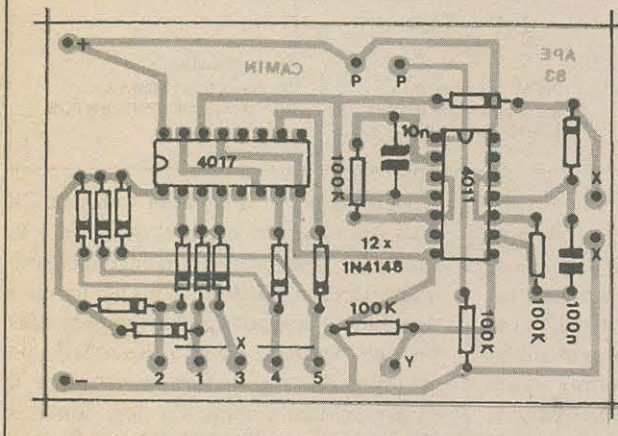
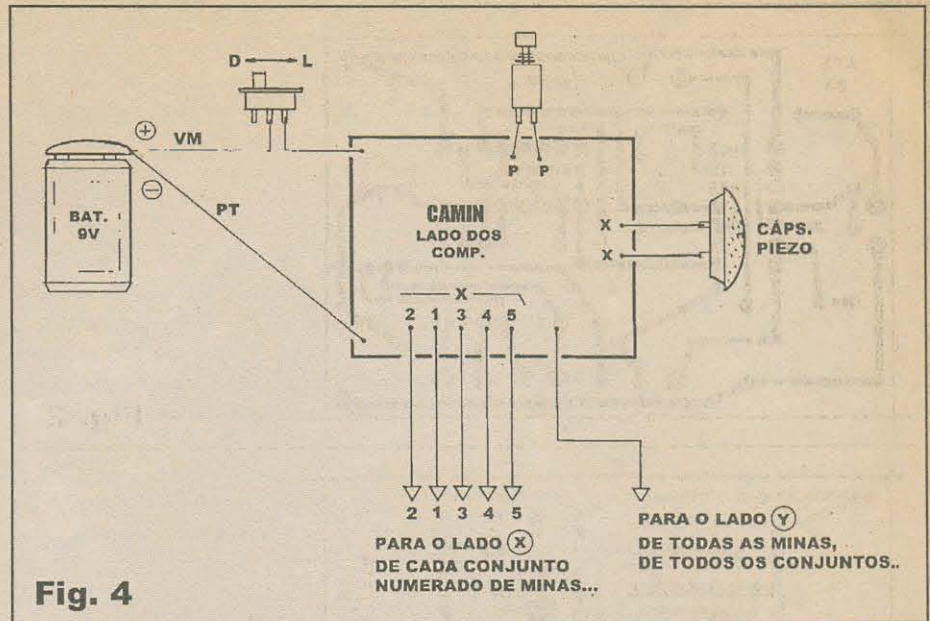

Fig. 3
Fig. 4
- FIG. 3 - CHAPEADO DA MONTAGEM - O *vulgo* "chapeado" é o apelido que aqui damos à visualização direta da face não cobreada do impresso, já com os componentes posicionados, estilizados de acordo com as normas adotadas pelos desenhistas de APE (e mais do que aprovadas pelos leitores/hobbyistas, ao longo de 7 anos de publicação...). O diagrama também está em tamanho natural, facilitando a interpretação, comparação e conferência com os demais desenhos da presente montagem... Observar que vários componentes são polarizados, devendo ser posicionados no impresso rigorosamente nas orientações mostradas... É o caso dos dois integrados, cuja referência posicional é dada pelas extremidades marcadas, e também da dúzia de diodos, também orientados pelo posicionamento das suas extremidades de *catodo*, marcadas por anéis ou faixas em cor contrastante... Os demais componentes (resistores e
- FIG. 4 - CONEXÕES EXTERNAS À PLACA - A placa do impresso continua (como no diagrama anterior...) vista pela sua face não cobreada. Agora, porém, *invisibilizamos* de propósito os componentes já relacionados na **FIG. 3**, para que a interpretação fique mais fácil e direta... Interessa-nos, no momento, o conjunto de conexões entre a placa e o *mundo exterior*... A cápsula piezo deve ter seus terminais ligados aos pontos X-X, através de pedacinhos de fio isolado, fino e flexível... O *push-button* é ligado (também por cabinhos isolados finos...) aos pontos P-P... A alimentação deve ser conectada aos pontos (+) e (-), que respectivamente recebem os cabinhos **vermelho (positivo)** e **preto (negativo)** vindos do *clip* de conexão à bateriazinha... Notar que o interruptor geral deve ser intercalado eletricamente no cabinho **positivo** da dita alimentação... Numa das laterais maiores da placa estão os pontos de ligação referentes às **importantíssimas** conexões aos grupos de minas das encruzilhadas, e que devem ser identificados cuidadosamente *antes* de se promover as soldagens... Observar o conjunto de 5 contatos numerados (de 1 a 5) e englobados pela codificação X, que corresponde a *um dos lados* (eletricamente falando) de cada um
Conforme já foi dito, nem todos os 29 cruzamentos do campo de jogo são *mináveis*... Entretanto, para incrementar o fator suspense, *por fora*, todas as *encruzas* devem ficar parecidas, sendo representadas por um pequeno círculo desenhado no encontro dos segmentos de caminho, e invariavelmente contendo dois contatos elétricos, promovidos pelos dois pregos ou *percevejos* metálicos, conforme mostram os itens A e B da figura... Nas *encruzas não mináveis* (A) os dois *percevejos* metálicos estão *apenas lá*, para *fazer presença*, porém *sem quaisquer conexões elétricas internas*... Já nas *encruzas mináveis* (B) os contatos metálicos devem ser internamente ligados aos conjuntos de fios provenientes dos respectivos pontos da placa (**FIG. 4**), devendo as conexões obedecerem ao disposto no diagrama esquemático (**FIG. 1**). As fichas de jogo